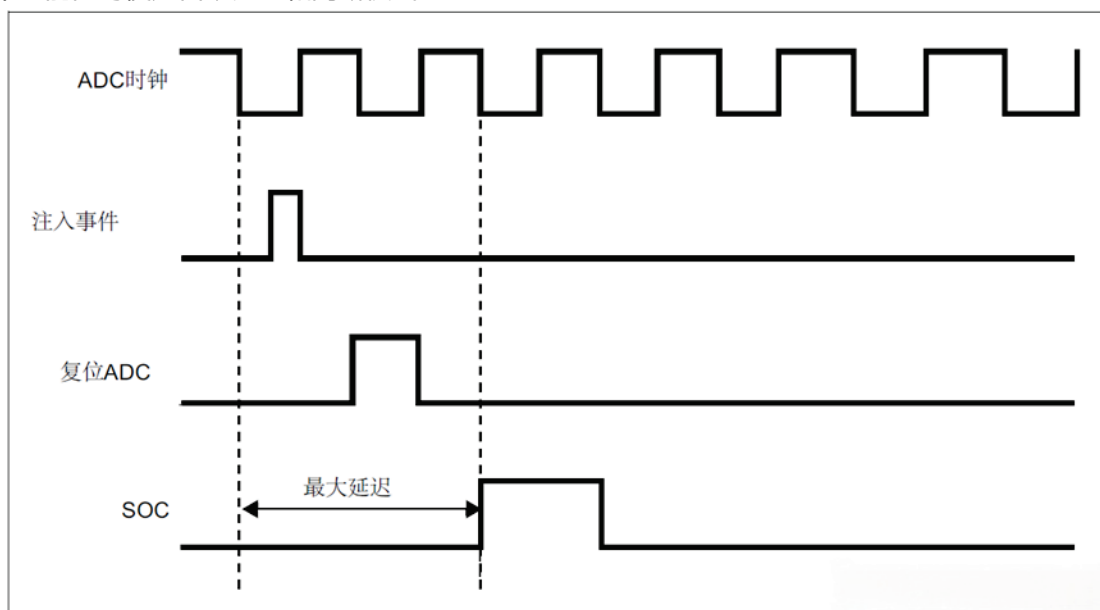

图 25 注入转换延时
3. 然后, 恢复上次被中断的规则组通道转换。如果在注入转换期间产生一规则事件, 注入转换不会被中断, 但是规则序列将在注入序列结束后被执行。图 25 是其定时图。